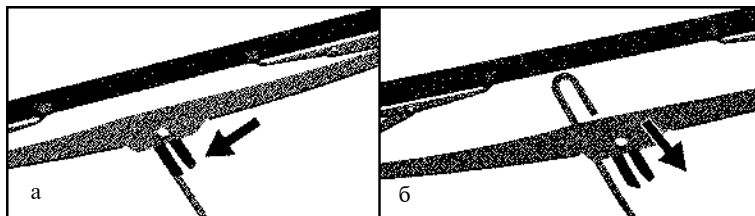

Рис. 3. 54. Замена щеток стеклоочистителей стекол
Для снятия кассеты шторки в сборе необходимо отождать левый подпружиненный край кассеты в направлении стрелки (рис. 3. 57), выведите его из гнезда в облицовке багажного отделения
- блок интерфейса пользователя (БИП) с кнопкой «SOS» 3 (рис. 3. 58) находящийся на внутренней части крыши салона;